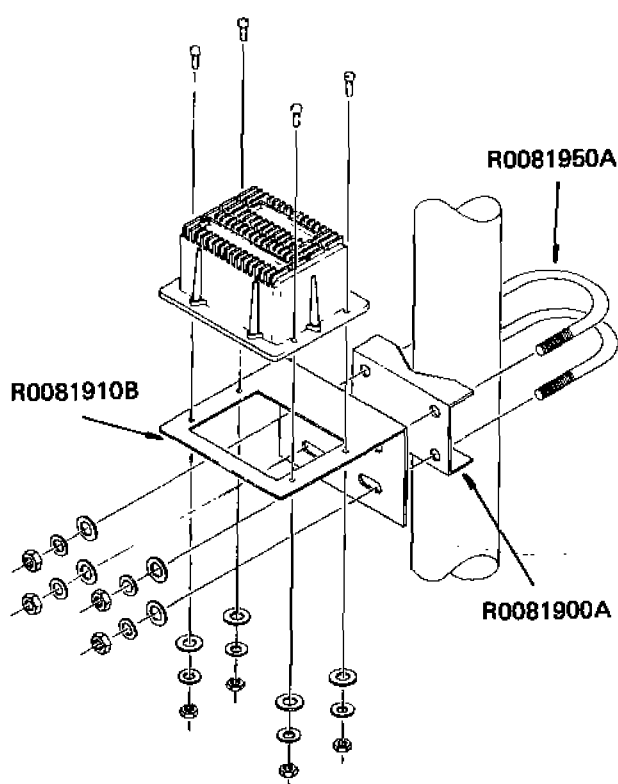

Figura 1
1. Sujete el FAS-1-4R al soporte en ángulo utilizando cuatro tornillos, tuercas y arandelas como se muestra en la Figura 1.
Conecte la línea de alimentación coaxial principal desde el clavijero INPUT del FAS-1-4R hasta el terminal ANT B en el FC-757AT y conecte el cable de control de cuatro conductores desde el clavijero REMOTE del FAS-1-4R hasta el terminal REMOTE en el FC-757AT como se indica en la Figura 1 de la página 10 .